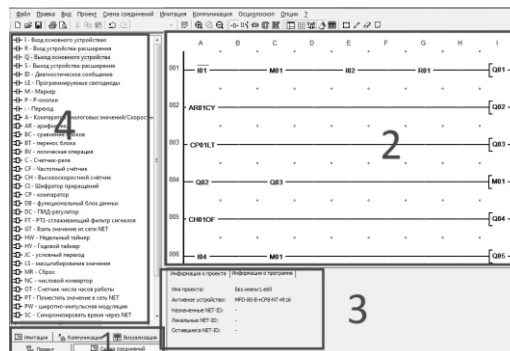

Рисунок 1 – Вікно схеми з'єднань MFD-Titan в EasySoft
Дані етапи виконуються в пакеті EasySoft Pro фірми Moller, робоче вікно якого показано на рис.1.
1. Етап написання програми виконується в розділі «Схема з'єднань». Програма складається на мові релейно-контактних діаграм (обл.2, рис.1). Типи змінних та функціональні блоки такі, як вхід та вихід основного пристрою, проміжні реле, лічильники та інше, розміщуються в області 4, рис.1. Із цієї області потрібний тип сигналу перетягується в область схеми (область 2, рис.1). В області 3 налаштовуються потрібні характеристики змінної (номер сигналу, коментар, контакт нормально замкнений чи нормально розімкнений).